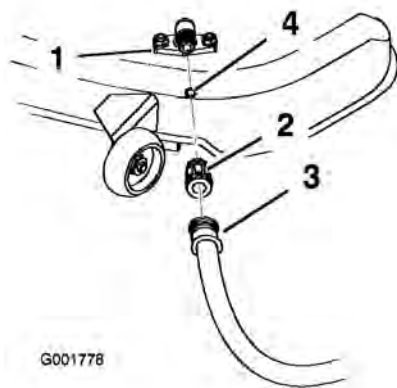

Figure 52
4. Vissez le raccord de lavage à l'embout de lavage du carter de tondeuse et ouvrez l'eau en grand (Figure 52).